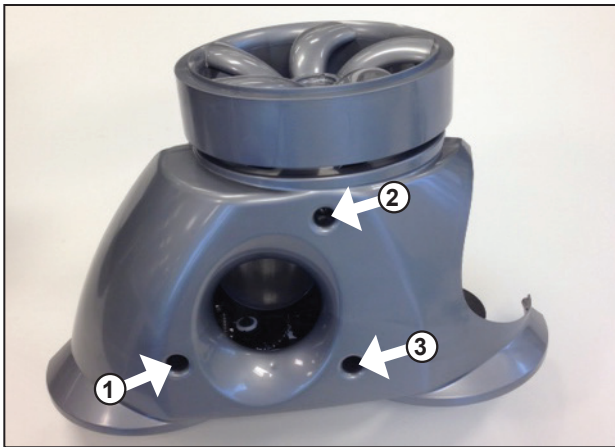

Figura 23. Vuelva a colocar los tres (3) tornillos de la carcasa inferior
9. Monte la nueva carcasa inferior (gris) al volver a colocar los tres (3) tornillos empotrados (Figura 23).